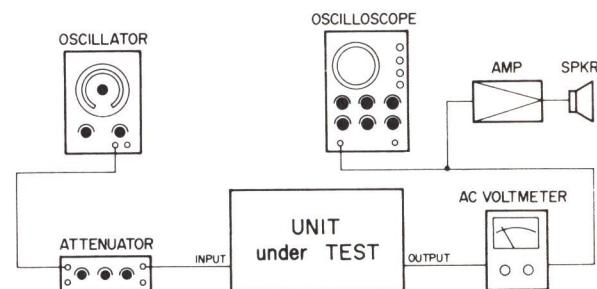

Fig. 7-1
Fig. 7-1 のようにOUTPUT端子にオシロスコープとレベル計を接続します。そしてテストテープMTT-150を再生してLチャネル、Rチャネルの位相が45°以内であることを確認します。そしてテストテープMTT-150の10kHz/-10dBの信号の部分を再生しながらLチャネル、Rチャネル共に最大レベルになるように角度調整用ナットを調整します。
- a. Fig.7-1のように各測定器を接続します。
- 1) Fig.7-1 のように各測定器を接続します。